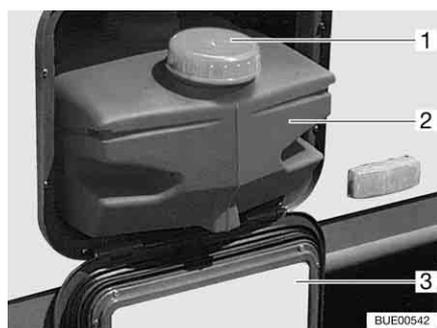

Fig. 146 Depósito de agua 22 l
Durante el transporte cierre el depósito de agua con la tapa de cierre (Fig. 146,1).
- Abrir la trampilla de servicio (Fig. 146,3) (véase el capítulo 6).
- Extraer el depósito de agua (Fig. 146,2).
- Extraer el depósito de agua (Fig. 146,2) y vaciar.